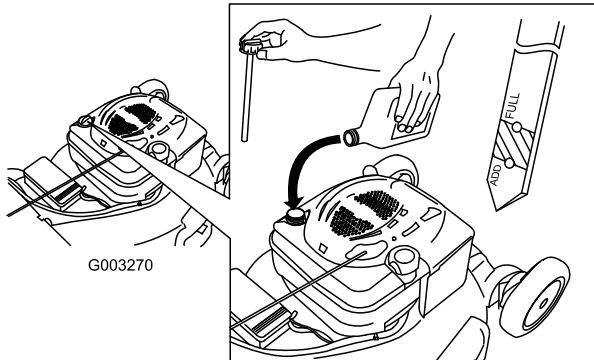

Figura 11
1. Togliete l'asta di misurazione del livello dell'olio, asciugatela ed inseritela a fondo nel foro (Figura 11).
2. Rimuovete l'asta e controllate il livello dell'olio (Figura 11). Se il livello dell'olio è inferiore alla tacca Add sull'asta, versate **lentamente** dell'olio nel foro del bocchettone fino a portarne il livello alla tacca Full sull'asta. **Non riempite troppo.** (Riempimento massimo: 0,59 litri, tipo: olio detergente SAE 30 con service classification API SF, SG, SH, SJ, SL o superiore.)